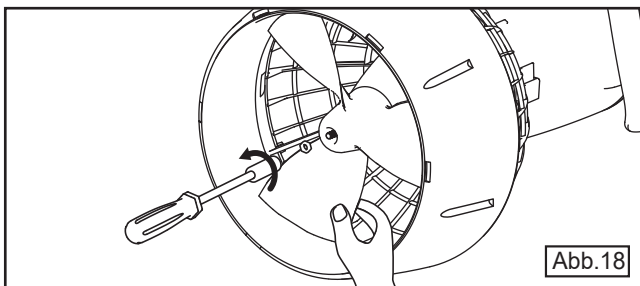

Abb.18
5. Halten Sie den Propeller fest und benutzen Sie einen M6-Schraubenschlüssel zum Entfernen der Gewindemutter von der Propellerachse (siehe Abbildung 18).